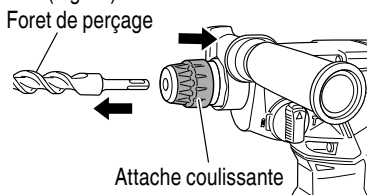

Fig. 12
- (3) Vérifier que le foret est solidement fixé en tirant dessus.
(4) Pour retirer le foret de perçage, tirer complètement l'attache coulissante dans le sens de la flèche et sortir le foret. (Fig. 12)